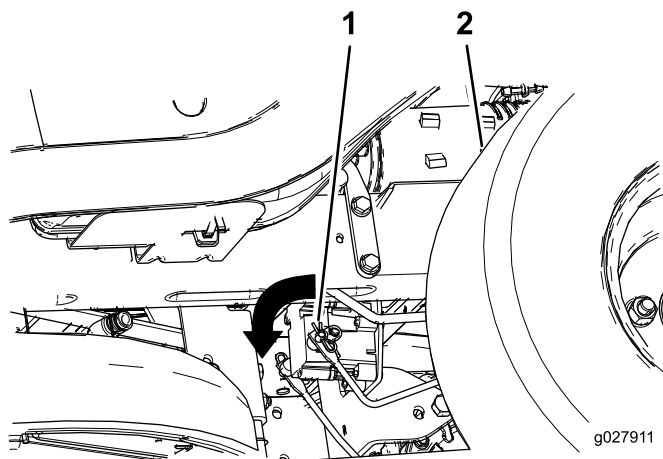

Figure 46
2. Trouvez l'arbre sur le frein électrique au point de connexion des bras de liaison (Figure 46).